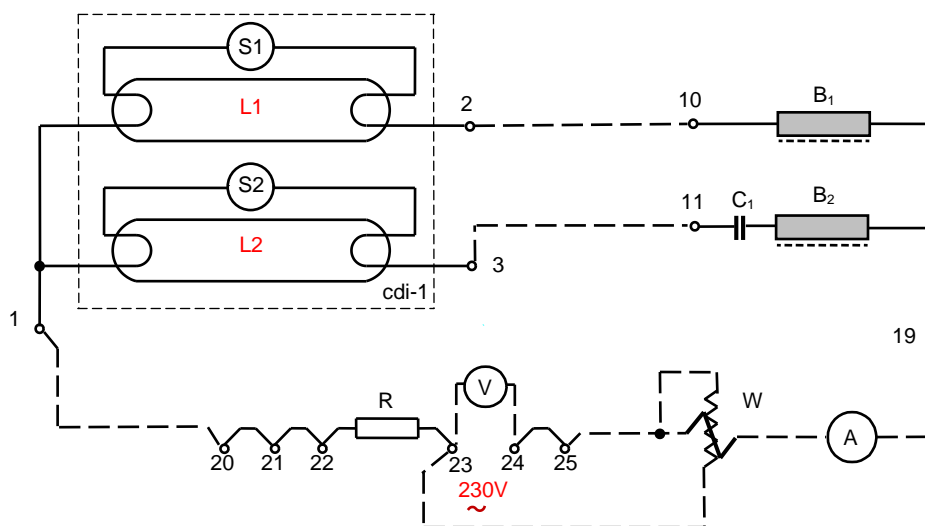

Fig.1
2.1 Îngroșați pe schema din Fig.1 legăturile (punctate) necesare realizării montajului cu balast inductiv. Executați montajul.